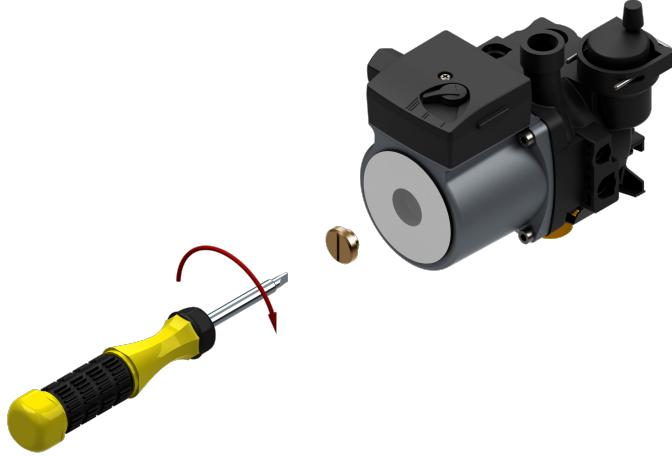

Рис. 5 Проверка циркуляционного насоса
- При давлении свыше 2 бар открыть клапан дренажный (21), см. п. 13.1 на стр. 25, понизив давление до 1,5 бар. При давлении ниже 1 бар – открыть кран подпитки контура отопления (16) и закрыть кран при достижении давления от 1 до 1,5 бар;
- не блокирован ли насос. Для этого при помощи отвёртки открутите заглушку насоса и повращайте его вал несколько раз в разные стороны (см. рисунок 5). Затем плотно закрутите заглушку. При выполнении данной операции возможны протечки теплоносителя из насоса, после установки заглушки необходимо удалить остатки теплоносителя с компонентов котла (протереть);